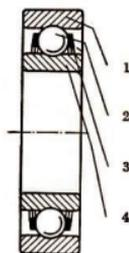

Bild 9
- Aufgaben:** 12. Benenne die Teile des Wälzlagers in Bild 9!